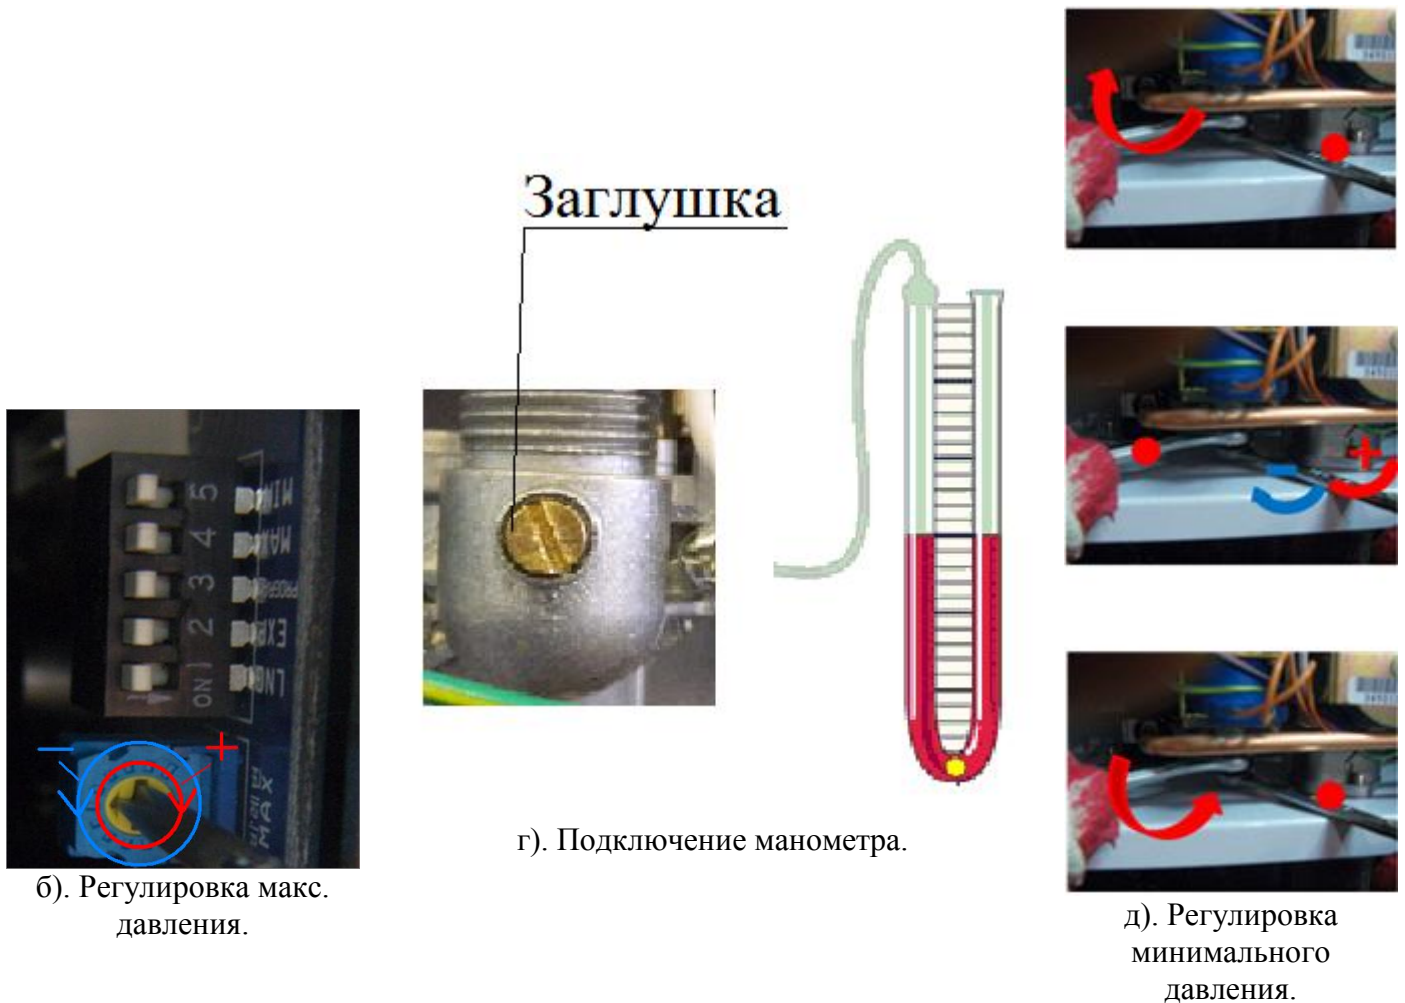

Рис. 9. Регулировка давления газа
- ✓ проверить положение регулировочного винта (см. Рис. 9а, стр. 23). Направление стрелки на регулировочном винте должно быть направлено влево.
- ✓ перевести переключатель 5 на плате электронной в положение “ON” (см. Рис. 9а, стр. 23);
- ✓ подсоединить U-образный манометр для измерения давления газа к штуцеру клапана газового, выкрутив предварительно заглушку (см. Рис. 9г, стр. 23)
- ✓ отпустить фиксирующую гайку, удерживая натяжной болт (см. Рис. 9в, стр. 23);
- ✓ установить значения давления газа в соответствии с таблицей 3 (см. Рис. 9д, стр. 23), поворачивая натяжной болт;
- ✓ после регулировки затянуть фиксирующую гайку (см. Рис. 9в, стр. 23).
- ✓ проверить положение переключатель 5 на плате электронной, он должен быть в положение “OFF” (см. Рис. 9а, стр. 23);
- ✓ перевести переключатель 4 на плате электронной в положение “ON” (см. Рис. 9а, стр. 23);
- ✓ установить необходимое значение давления газа в соответствии с таблицей 3, вращая регулировочный винт (см. см. Рис. 9а, стр. 23);
- ✓ отсоединить манометр и завернуть заглушку (см. Рис. 9г, стр. 23);